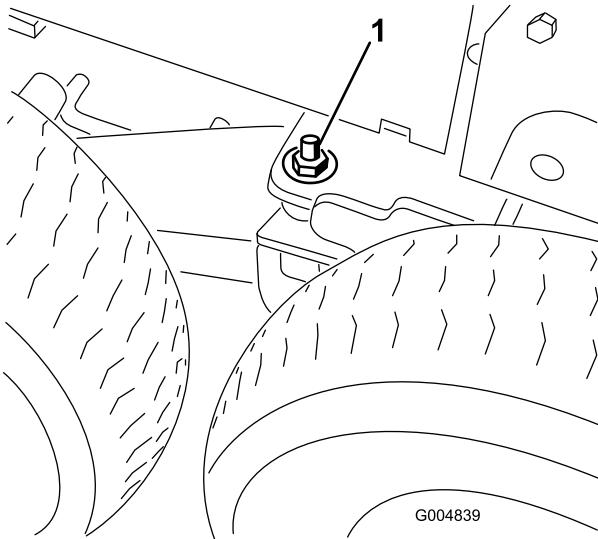

Figura 28
17. Retire la arandela plana (1/2 pulgada) y la tuerca (1/2 pulgada) instaladas en el espárrago del pivote del bogie (Figura 28).
23. Baje el gato hasta que el bastidor quede apoyado sobre las ruedas delanteras. Instale las arandelas planas (1/2 pulgada) y las contratuerzas en el espárrago del pivote del bogie (Figura 28) y apriételas a 75 pies-libra (102 N·m).